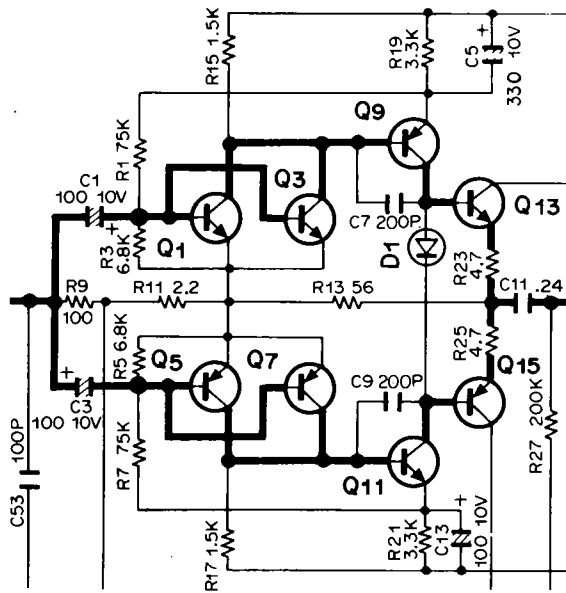

Fig. 1 MC Head Amplifier
3. Adjusting the trimming pot. VR1 (VR2), as shown in Fig. 1, for 0V reading of the DC voltmeter.
3. Réglez le potentiomètre ajustable VR1 (VR2) de façon à ce que le voltmètre c.c. indique 0V, comme le montre la figure 1.
3. Den halbeingebetteten Widerstand VR1 (VR2) so regulieren, daß die Gleichspannungsmesser-Ablesung 0V ist. (Abb. 1)